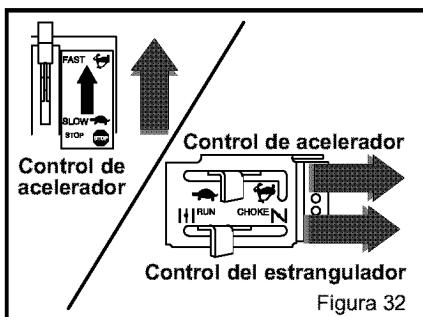

Figura 32
5. Ponga la palanca de **control del acelerador** (si está equipado) en la posición de marcha rápida (FAST) (Figura 32).
6. Mueva el **control del estrangulador** hacia la posición CHOKE (Figura 32).